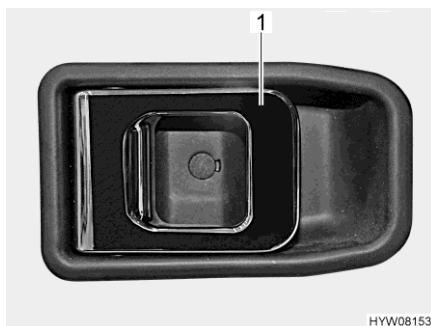

Fig. 34 Serrure de porte (porte chauffeur / porte cellule, intérieur)
- Tirer sur la poignée (Fig. 34,1). La serrure de la porte se déverrouille et s'ouvre.
- Appuyer sur la poignée (Fig. 34,1). La serrure de la porte se verrouille.